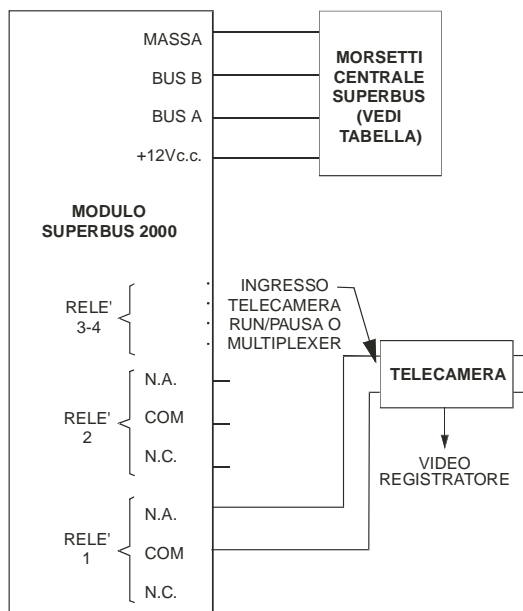

Figura 7: Collegamento telecamera TVCC al modulo HOM
2. Collegare il modulo HOM alla centrale. (Vedere tabella 2 e figura 7).